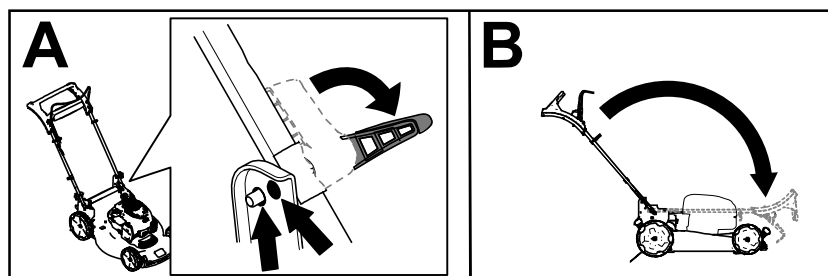

Figure 17
2. Déverrouillez la poignée jusqu'à ce que la moitié supérieure bouge librement (A de la Figure 17).
3. Rabattez le guidon complètement en avant (B de Figure 17).